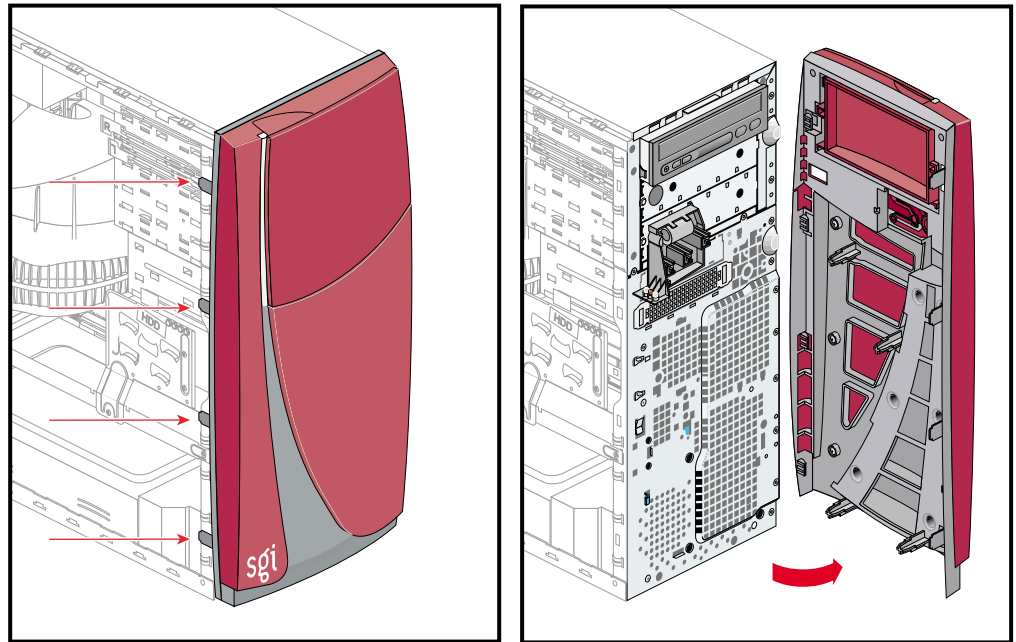

Abbildung 4-45 Entfernen der Frontblende
2. Ziehen Sie die linke Seite der Frontblende an den Stellen, wo sie mit Laschen an der Gehäuseseite befestigt ist, vorsichtig nach vorn. Klappen Sie anschließend die linken Seite der Frontblende wie eine Tür nach rechts. Siehe Abbildung 4-45.